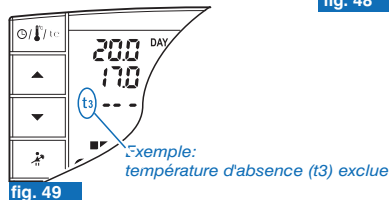

fig. 49
*Dans le cas où la température **t3** Antigel/Absence ait été exclue de manière permanente (voir paragraphe 6.5), l'appareil branché (chaudière ou climatiseur) restera toujours désactivé pendant maximum 3 heures (signalé par la programmation: t3 - - - voir fig. 49).*